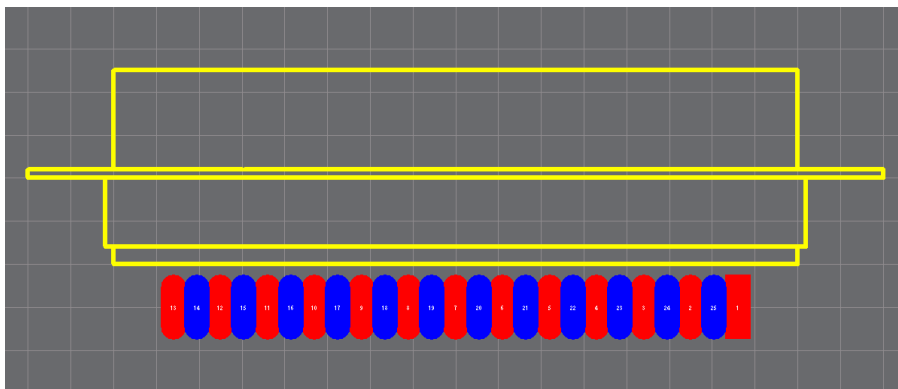

图 10.25 绘制的图线
(19) 按照第 (18) 布介绍的绘制线框的方法，绘制如图 10.25 所示的其他图线框。